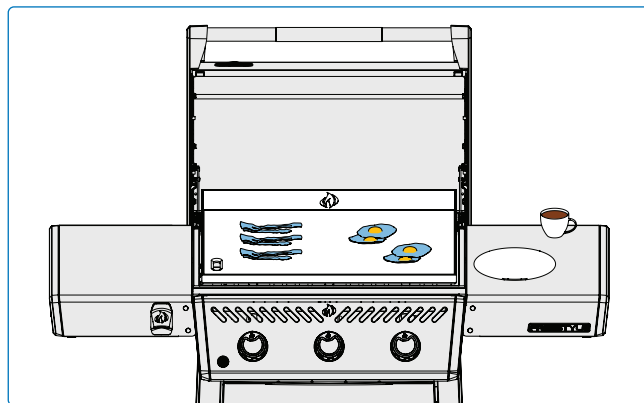

Abb. 8
- Stellen Sie verschiedene Brenner auf unterschiedliche Heizstufen ein, um bestimmte Temperaturzonen zu schaffen. Überwachen Sie die Oberflächentemperatur der Plancha mit einem Infrarotthermometer, um sicherzustellen, dass jede Zone die gewünschte Temperatur hat. Verwenden Sie direkte Hitze (direkt über den beleuchteten Brennern) für Speisen, die schnell garen sollen, während indirekte Hitze (seitlich) für langsames Garen oder zum Warmhalten von Speisen verwendet werden kann. **(Abb. 8).**